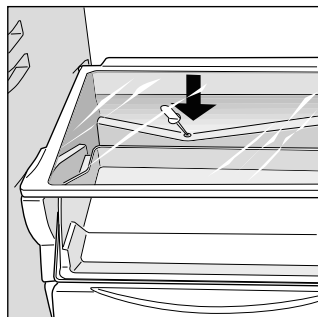

Fig. 6
Cet appareil est à dégivrage automatique, l'eau est acheminée vers l'arrière par un conduit spécial (fig. 6) où la chaleur produite par le compresseur la fait évaporer. Vous n'avez qu'une opération à faire périodiquement: nettoyer le trou d'évacuation qui se trouve derrière le bac à légumes afin que l'eau puisse s'écouler normalement.
- le trou d'évacuation de l'eau de dégivrage est bouché (voir fig. 6).